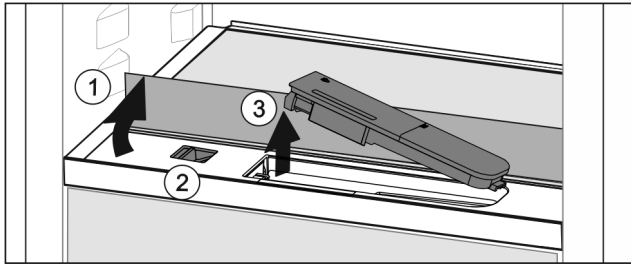

Fig. 51
- ▶ Sollevare il ripiano di vetro e ribaltarlo all'indietro fino all'arresto Fig. 51 (1).
- ▶ Spostare il cursore Fig. 51 (2) a sinistra.
- ▶ Rimuovere il serbatoio dell'acqua Fig. 51 (3).